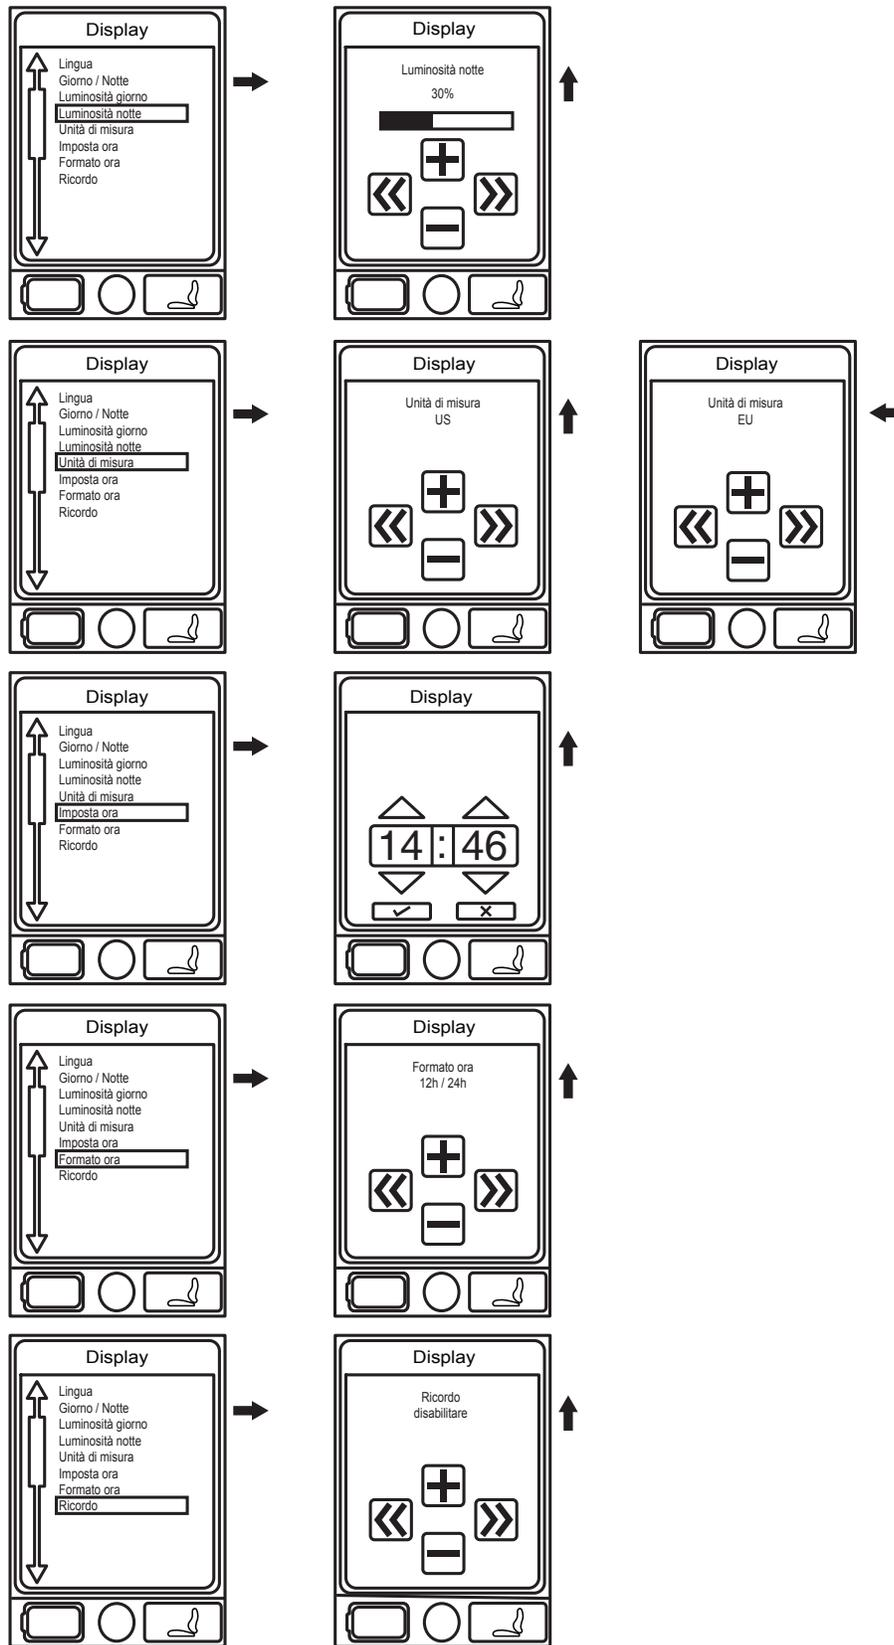

Figura 5B. Selezione attuatore
2. Per accendere la carrozzina e la centralina, spingere verso l'alto la leva di accensione/spegnimento e selezione della modalità. **Vedere figura 5B.**
3. Usare il joystick per evidenziare l'opzione di impostazione del telecomando, quindi spingere il joystick verso destra per selezionare quella funzione. **Vedere figura 5B.**
6. Usare il joystick per evidenziare l'opzione massima, quindi spingere il joystick verso destra per selezionare quella funzione. **Vedere figura 5B.**
7. Spingere il joystick verso sinistra per selezionare l'opzione ESC e tornare al menu di audio e display. **Vedere figura 5B.**